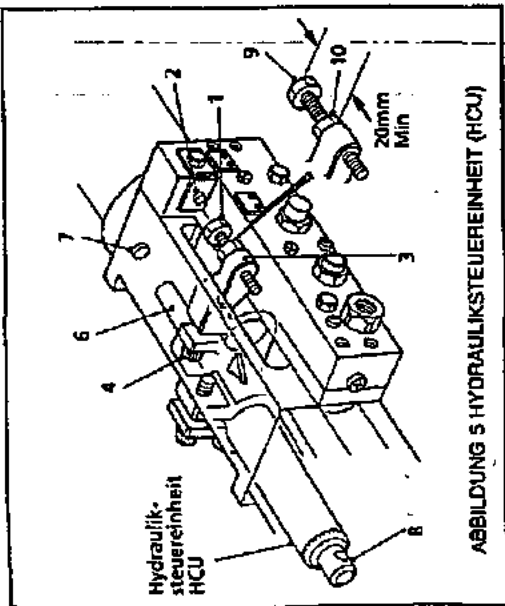

ABBILDUNG 5 HYDRAULIKSTEUEREINHEIT (HCU)
**EINSTELLUNG DES BOHRBETRIEBES (siehe Abbildung 5)**
Endgültige Tiefeneinstellung mit Hilfe von (9), Abbildung 5, vornehmen.
Mit Hilfe von (10), Abbildung 5, festziehen.
Die Spitze des Gewindebohrers MUSS mindestens 14 mm (9/16") über dem Prüfblock stehen, damit das Windgetriebe des Gewindebohrers die erforderliche Einrückbewegung ausführen kann. Spaltweite zwischen (2) und (1), Abbildung 5, zum Ausgleich der Gewindetafele ZUZUGLICH der freien Höhe des Gewindebohrers über dem Werkstück einstellen.